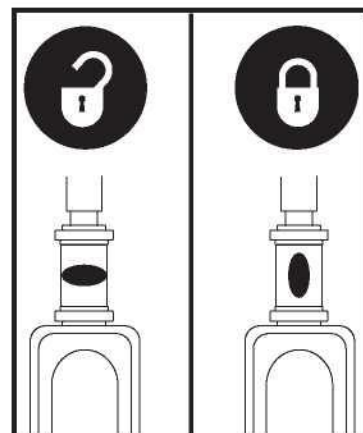

Figure 32. Bouton de verrouillage du guidon
2. Pour bloquer le guidon en ligne droite, pesez sur le bouton et tournez-le 90° dans le sens des aiguilles d'une montre. **Voir la figure 32.** La roue avant doit faire face à l'avant afin de pouvoir bloquer le guidon.
1. Retirez la clé du contact et puis pour bloquer le guidon en ligne droite, pesez sur le bouton et tournez-le 90° dans le sens des aiguilles d'une montre. **Voir la figure 32.** La roue avant doit faire face à l'avant afin de pouvoir bloquer le guidon.
6. Débloquez la roue avant en tournant le bouton de blocage 90° dans le sens opposé aux aiguilles d'une montre. **Voir la figure 32.**